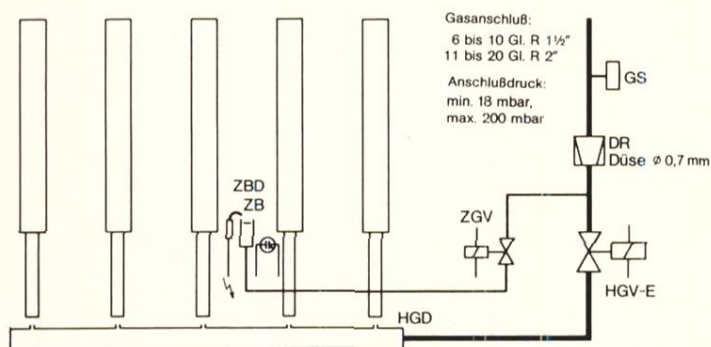

Abb. 28
8.1 Gasstraße GAF 220 HL2 – Erdgas – Vollautomatik einstufig GAF 220 – 6 bis 20 Gl. Abb. 28 u. 29